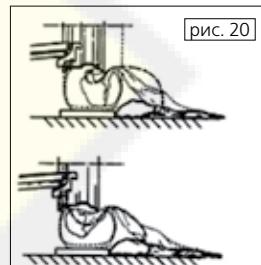

рис. 20
- (10) Отведите инструментальную консоль от шины.
- (11) Переведите инструментальную консоль в исходное положение, затем установите ее на внешней стороне шины.
- (12) Разверните инструмент на 180°.
- (13) Вращайте колесо до тех пор, пока ниппель не окажется в крайней нижней точке.
(14) Установите платформу (10) под колесом и опустите консоль (5) так, чтобы шина оказалась на платформе. Установите платформу так, чтобы между шиной и диском образовался небольшой зазор, необходимый для выемки камеры.
**Отверстие для ниппеля может располагаться асимметрично по отношению к центру диска; в этом случае расположите и установите камеру, как показано на рис. 20; проденьте ниппель через отверстие и зафиксируйте его стопорным кольцом.**
- (15) Установите камеру в углубление диска (замечание: чтобы облегчить операцию, рекомендуется одновременно вращать диск по часовой стрелке).
(16) Немного накачайте камеру (чтобы не было складок). Это позволит избежать ее перекручивания и сжимания при монтаже второго борта.
(17) Установите удлинение на ниппель и снимите стопорное кольцо. **Замечание:** цель данной операции – ослабить ниппель для того, чтобы не повредить его при монтаже второго борта.
(18) Поднимите колесо и установите тиски на внешней стороне второго борта, на расстоянии 20 см от ниппеля.
(19) Вращайте диск по часовой стрелке до тех пор, пока тиски не окажутся в положении «9 часов».
(20) Установите инструментальную консоль в рабочее положение.
(21) Установите монтажный палец на расстоянии 5 мм от внешнего края диска.
(22) Вращайте обод по часовой стрелке, чтобы полностью установить шину на диск.
(23) Снимите тиски, снимите монтажный инструмент. Для этого вращайте диск против часовой стрелки.
(24) Установите инструментальную консоль в исходное положение.